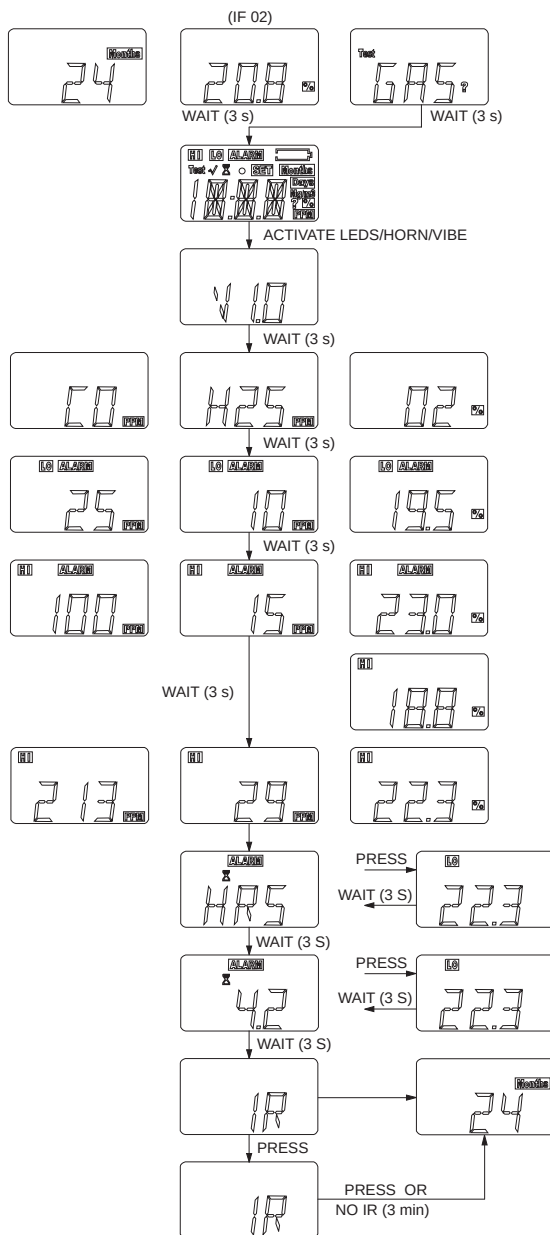

Fig. 5 Sådan kaldes instrumentinformationen frem
- (1) De lagrede instrumentdata kan kaldes frem med et tryk på tasten [TEST] (→ Fig. 5).